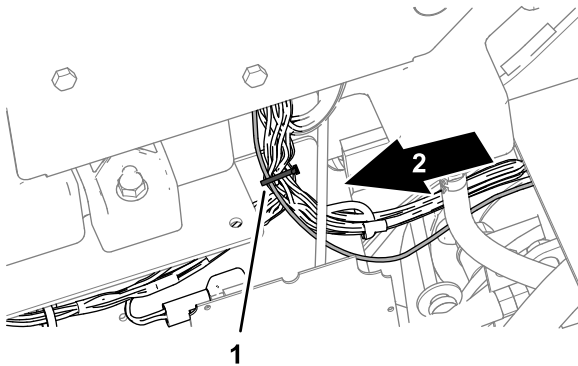

Figure 17
1. Sur le couvercle du panneau de commande, attachez le faisceau électrique au faisceau de câblage de la machine avec un serre-câble, comme montré à la Figure 17.